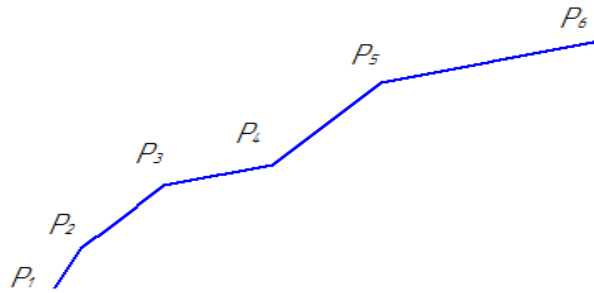

Рисунок 8
10. Выполните самостоятельно: *Задание 1. Построение кривой линии по точкам / сплайн*). Постройте график по точкам, заданным координатами X и Y с использованием кнопки  (рисунок 8).